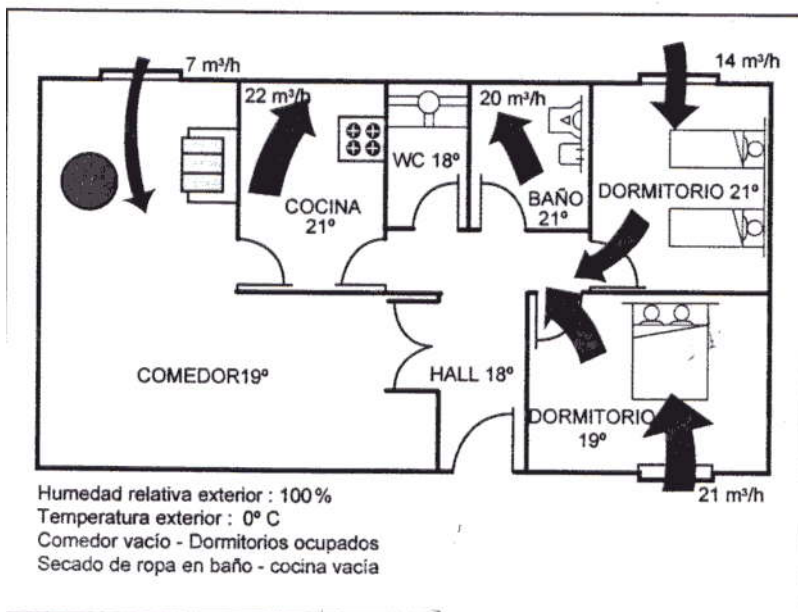

Figura 33. Ventilación higrorregulable en ocupación nocturna
- Obtener el máximo ahorro energético al ventilar únicamente cuando y donde es necesario (ver figura 33).